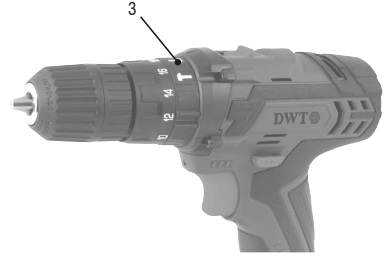

Fig. 5 – Selector de función
Para operaciones donde el operador irá realizar agujeros, debe ser seleccionada la función perforar en la máquina. Para esto, basta girar el selector de función (3) Fig. 5, para la función perforar, representada por el símbolo .
Para operaciones en las que el operador apretar y soltar los tornillos, se debe seleccionar la función destornilladora en la máquina. Para ello, basta girar el selector de función (3) Fig. 5, para la función destornilladora, representada por el símbolo .
Para operaciones en las que el operador perforará la mampostería como indica el uso de la máquina. Debe seleccionarse la función de impacto en la máquina. Para ello, basta girar el selector de función (3) Fig. 5, para la función de impacto, representada por el símbolo .